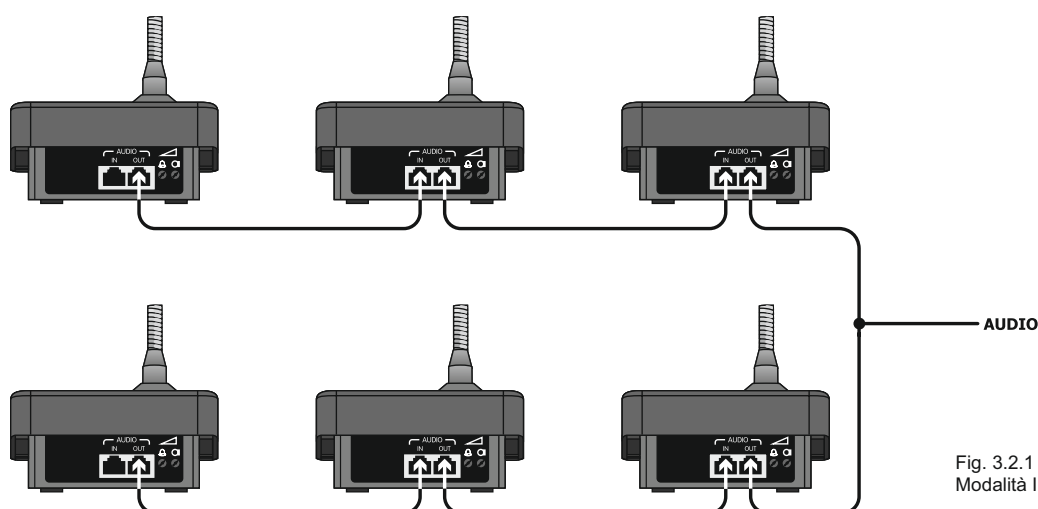

Fig. 3.2.1
- solo una postazione per volta può essere attiva; durante l'attivazione sulle altre postazioni il led (3) lampeggerà per indicare la condizione di occupato; se la postazione attiva è configurata in bassa priorità può essere disabilitata dall'attivazione di una ad alta priorità.
- le postazioni devono essere collegate in cascata tra loro ('daisy-chain') con un massimo di due linee derivate a partire dall'apparecchiatura di controllo (fig. 3.2.1).